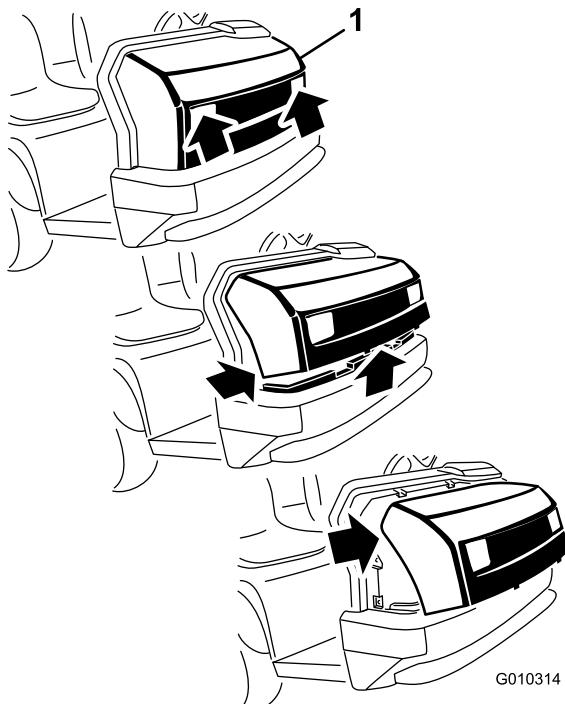

図 10
1. ヘッドライトの開口部でフードをつかみ、フードを持ち上げて、下側の取り付けタブをフレームの穴から外す（図 10）。
2. フードの下側を手前に持ち上げてから下に引っ張り、上側の取り付けタブをフレームの穴から外す（図 10）。
3. フードの上側を手前に倒し、ヘッドライトからワイヤ・コネクタを抜く（図 10）。